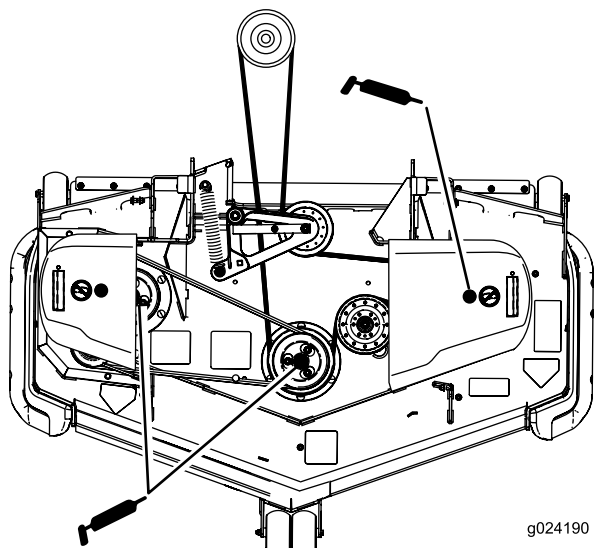

Figure 37
3. Graissez le pivot de la poulie de tension du tablier de coupe jusqu'à ce que la graisse ressorte par le bas (Figure 37).
4. Lubrifiez les roulements des trois axes jusqu'à ce que la graisse sorte par les joints inférieurs (Figure 37).
6. Graissez le bras de la poulie de tension de la courroie d'entraînement (Figure 37).